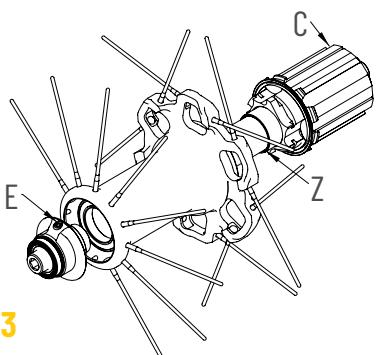

FIG. 3
Terminata la manutenzione, infilate il corpo ruota libera con il relativo distanziale nel perno (Z) (Fig.3).